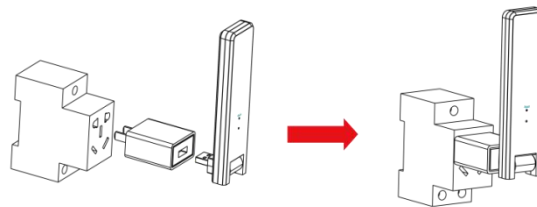

Abbildung 1
a. Schließen Sie die DTU an den Adapter an und stecken Sie diesen in die Wandsteckdose. (Abbildung 1)